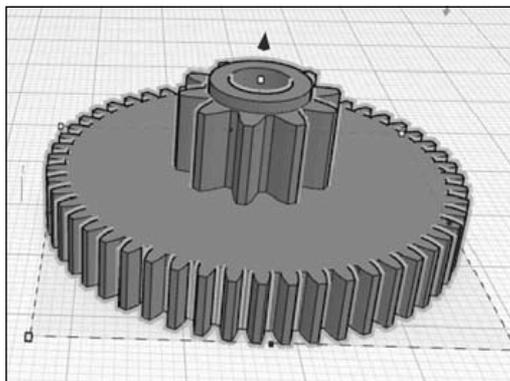

Рис. 54. Готовый объект
11. Объединить детали. Получить готовый объект (рис. 54).